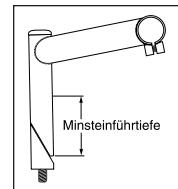

Fig.1
4. Bei Gabelschaftrohren mit Gewinde den Vorbau bis zu einer minimalen Tiefe entsprechend den Vorschriften der CPDC- und JIS-Normen einschieben. Die Einschubtiefe des Vorbauvorbaus muß mindestens das 2,5-fache des Durchmessers des Vorbauvorbaus betragen, gemessen vom unteren Ende des Vorbauvorbaus, nicht des Keils (siehe Abb. 1).